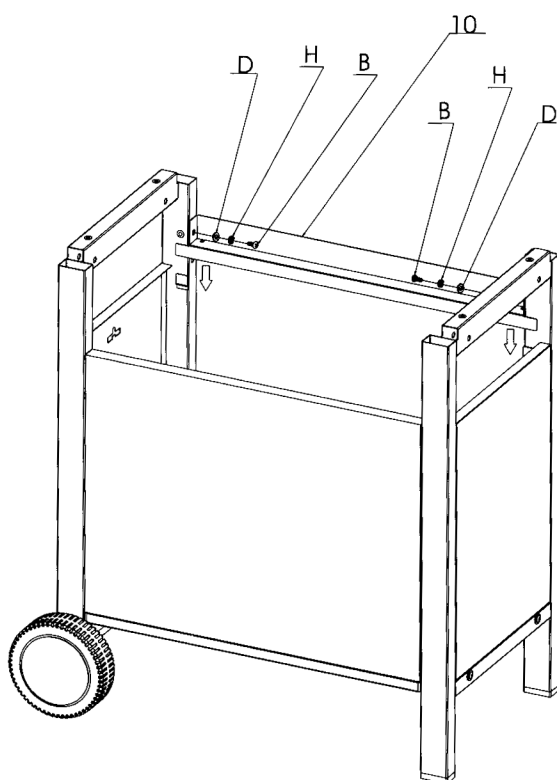

Figure 4b
Posez les traverses et fixez-les en place avec les boulons (B), les rondelles (D) et les rondelles freins (H). Voir figure 4b.